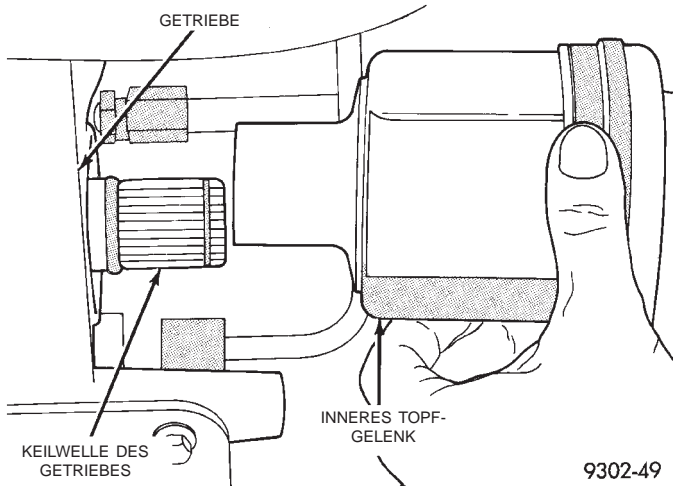

Abb. 11 Inneres Topfgelenk von der Keilwelle abmontieren
(13) Die Antriebswelle und das innere Topfgelenk von der Keilwelle des Getriebes abziehen. **Dabei nicht an der Antriebswelle allein ziehen**. Dadurch löst sich der Gelenksterne von der Antriebswelle. Stets Topfgelenk und Antriebswelle festhalten (Abb. 11) und an beiden Bauteilen gleichzeitig ziehen.